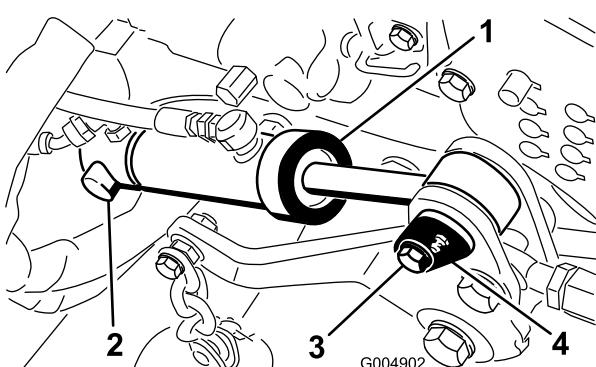

Figura 92
36. Instale el extremo trasero del cilindro de elevación de la plataforma sobre el pasador de giro y sujetelo con el anillo de retención (Figura 92).
37. Sujete el extremo delantero del cilindro de elevación al bastidor del cortacéspedes con el pasador cilíndrico y el tornillo (Figura 92).